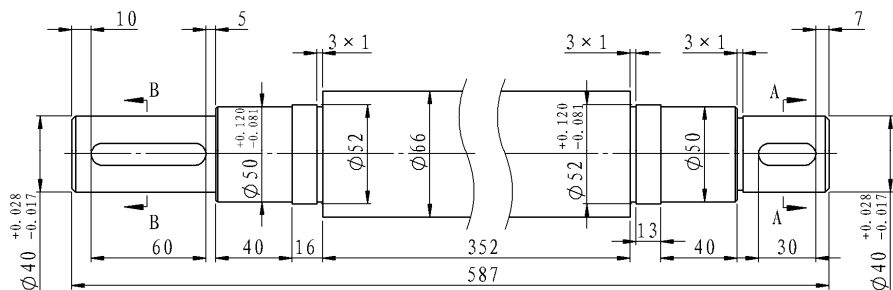

图 6.15.18 修改退刀槽的尺寸标注
Step10. 修改其他退刀槽的尺寸标注。参照上一步, 修改其他两个退刀槽的尺寸标注(此退刀槽的尺寸文本均为 3), 结果如图 6.15.18 所示。
(2) 修改标注尺寸文字。在 **标注尺寸文字(D)** 区域的文本框“<DIM>”后单击，在<DIM>后面输入“×1”。
(3) 单击“尺寸”对话框中的  按钮，完成修改尺寸文字，如图 6.15.18 所示。